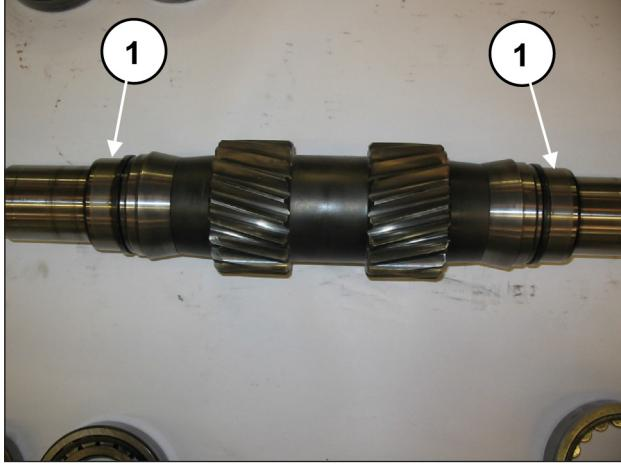

Fig. 52
inserire sull'albero PTO i 2 anelli interni dei cuscinetti (uno per lato) (pos. ①, Fig. 52).